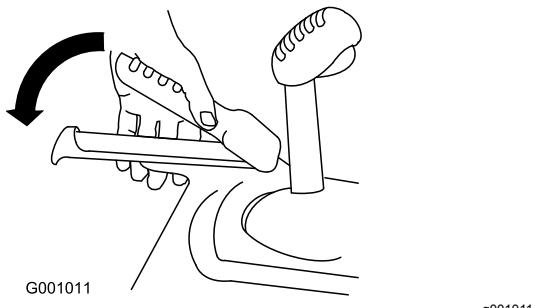

Figura 17
1. Per innestare la trazione, premete la leva sinistra (della trazione) contro l'impugnatura (Figura 17).